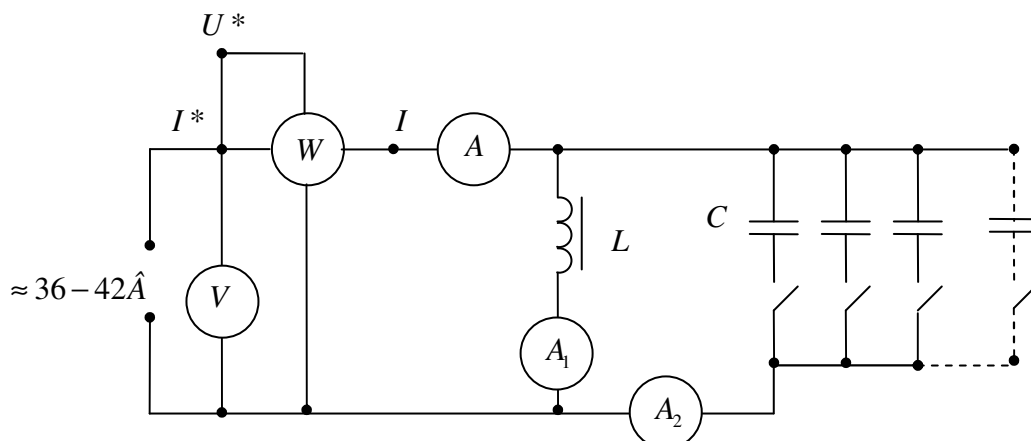

Рис. 4. Схема исследования резонанса токов
1. Собирается рабочая схема (рис. 4), устанавливается с помощью РНШ заданное входное напряжение (порядка 30-40 В). Начиная с 0 В.